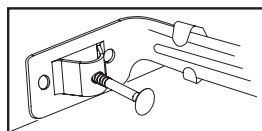

Fig. 3
Step 1. Extend bar hanger to fit between joists. Position fixture by hammering nail tab into joists (Fig. 3).
Paso 1. Extienda las barras de suspensión para que encajen entre las viguetas. Posicione el accesorio martillando la lengüeta en las viguetas (Fig. 3).
Étape 1. Allongez les barres de suspension de façon à ce qu'elles tiennent entre les solives. Positionnez le luminaire en clouant l'onglet aux solives (Fig. 3).